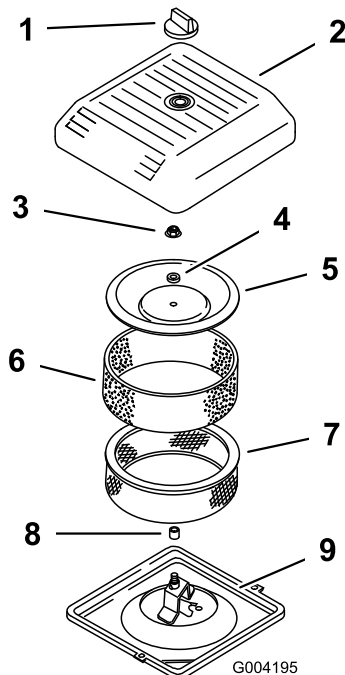

Bild 18
2. Schrauben Sie das Handrad los und entfernen Sie die Luftfilterabdeckung (Bild 18).
3. Schieben Sie den Schaumvorfilter vorsichtig vom Papiereinsatz herunter (Bild 18).
4. Schrauben Sie die Abdeckungsmutter ab und nehmen Sie die Abdeckung und den Papiereinsatz ab (Bild 18).
2. Schieben Sie den Luftfilter auf das Luftfilterunterteil (Bild 18).
3. Setzen Sie die Abdeckung und das Distanzstück auf und befestigen Sie sie mit der Flügelmutter (Bild 18). Ziehen Sie die Schraube mit 11 Nm an.
4. Setzen Sie die Luftfilterabdeckung ein und befestigen Sie sie mit dem Handrad (Bild 18).